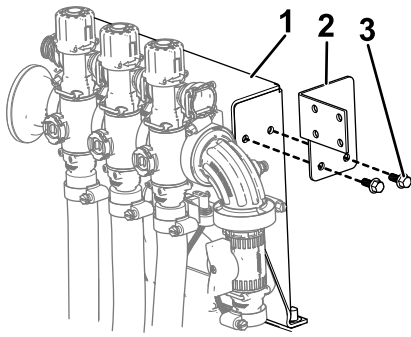

图 17
- 使用 2 个凸缘头螺栓 $\frac{1}{4} \times 0.625$ 英寸将阀安装座支架安装到阀安装座框架上如图 17 所示。